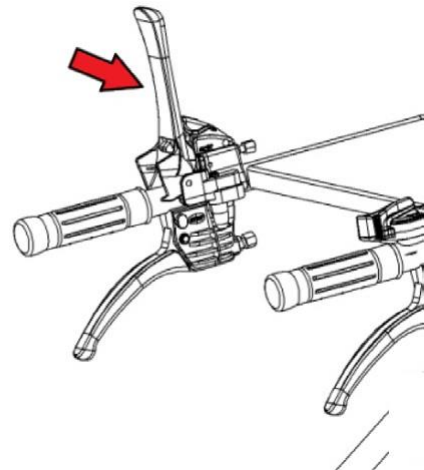

Abb.: 5 – Kupplungshebel
2. Ziehen Sie den Kupplungshebel langsam an den Griff herunter. Die Maschine beginnt sich zu bewegen. Abb.: 5 – Kupplungshebel